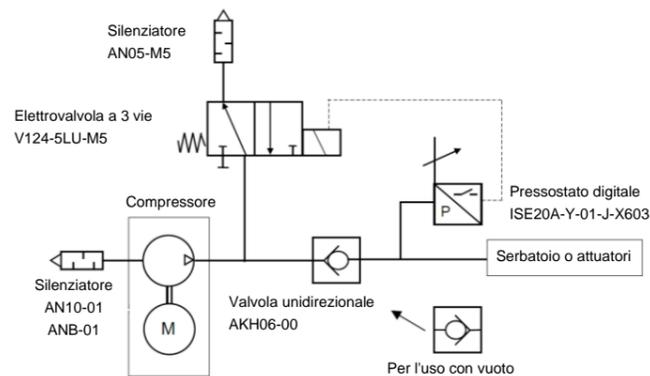

Figura 8
Per evitare questo inconveniente, preparare il circuito pneumatico in modo da consentire lo scarico dell'eventuale pressione residua nell'atmosfera prima di riavviare il prodotto. La Figura 8 mostra un esempio di circuito pneumatico da utilizzare
1. Alimentare il controllore e il pressostato con una fonte di alimentazione di 24 VDC. Al momento, non collegare a IN. Vedi Figura 8.